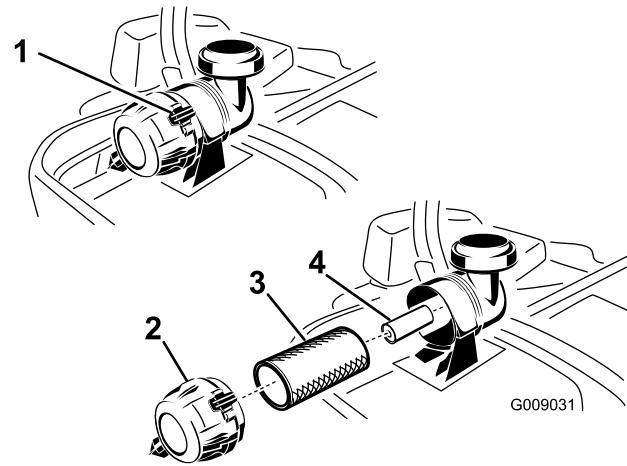

図 36
- エアクリーナのリテナクランプを押し下げて外し、エアクリーナのボディーからカバーを引き抜く（図 36）。
- 1次フィルタをゆっくり引き抜くようにしてエアクリーナのボディーから外す（図 36）。ボディーの側面にフィルタをぶつけないように注意すること。
- ペーパーフィルタは清掃しないで交換する（図 36）。
- 二次フィルタを交換する場合には、十分に注意しながら、フィルタのボディに挿入する（図 36）。
- 一次フィルタをゆっくり押し込むようにして二次フィルタの上から取り付ける（図 36）。一次フィルタの外側リムをしっかり押さえて確実に装着してください。
- エアクリーナカバーを取りつける；ブリザキヤップが下向きになるように、リテーナクランプがカバーに適切にはまるように取り付ける（図 36）。